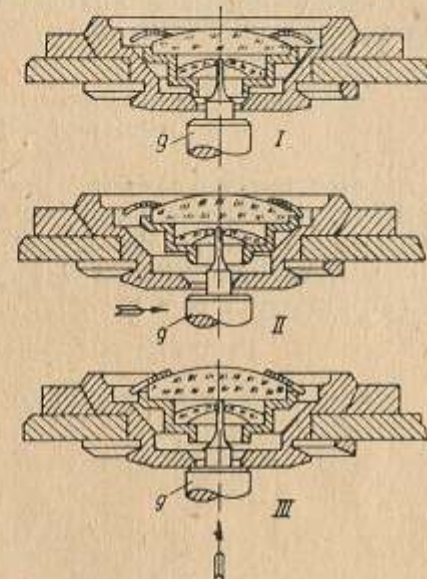

Fig. 172. Amortizatorul cu piesele lui în diferite poziții
În fig. 172, I este arătată poziția axului balansierului și a tuturor pieselor amortizatorului în procesul funcționării normale.
În fig. 172, II, este arătată poziția amortizatorului în momentul când balansierul suferă un șoc lateral.
În fig. 172, III este arătată poziția pieselor amortizatorului în momentul când balansierul ceasornicului suferă un șoc axial.
Să urmărim ordinea de funcționare a amortizatorului în pozițiile arătate în fig. 172, II—III.
1. balansierul după ce a suferit un șoc, să zicem lateral, se deplasează în direcția șocului indicată de săgeată (fig. 172, II);
Același lucru se întâmplă și în cazul unui șoc axial, cu diferența că efectul șocului este suportat de pragul axului balansierului *g*, în momentul când acesta vine în contact cu peretele exterior al plăcuței (v. fig. 172, III). După cum se vede din descrierea de mai sus, acest amortizator construit cu ingeniozitate ferește cu multă siguranță fusurile balansierului de rupere. Demontarea amortizatorului, curățirea pieselor componente și asamblarea lui nu trebuie descrise.